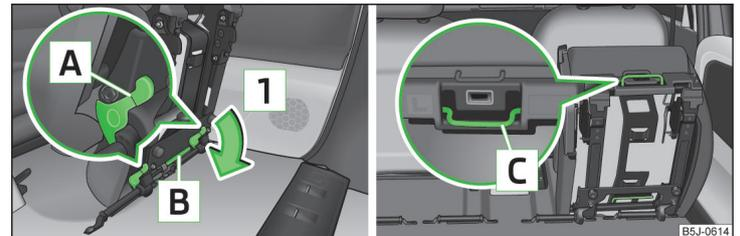

Fig. 59 Desbloquear el asiento abatido hacia delante / asas en la banqueta
- Desbloquear el asiento abatido hacia delante presionando los bloqueos del asiento **A** » fig. 59 en sentido de la flecha **1**.
- Abatir el asiento del extremo hacia delante » página 75, *Abatir hacia delante el respaldo y el asiento por completo* y desbloquearlo » fig. 59 de la página 75.